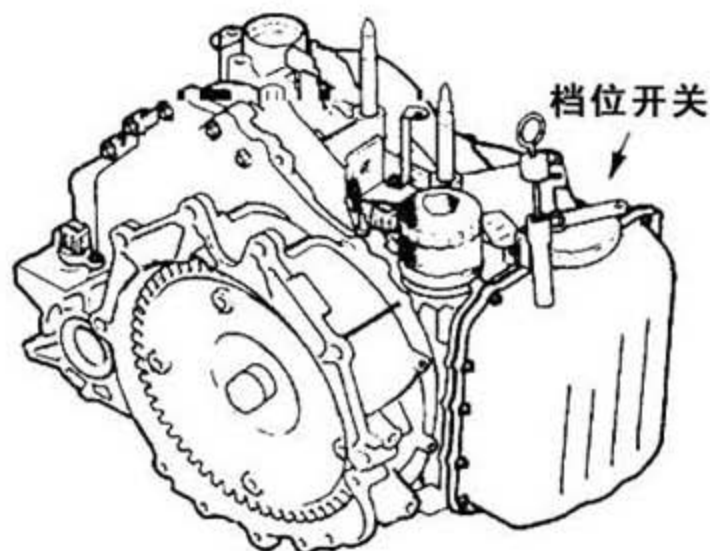

图1 F4A51型自动变速器挡位开关位置
- 2). 由此,只能从自动变速器本身的电路工作原理进行分析。由于仪表上的挡位指示灯的电信号来源于自动变速器控制单元(TCU),而TCU通过挡位开关(如图1所示)来感知挡位。现在唯独“D”挡指示灯偶发性亮,所以初步判定是自动变速器控制单元(TCU)偶发性接收到“D”挡位信号。而造成自动变速器控制单元(TCU)偶发性接收到“D”挡位信号的可能原因是接触不良,具体涉及到的电子元件有:自动变速器控制单元挡位信号输入端、挡位开关及两者之间的信号线。因为当自动变速器控制单元(TCU)收到“D”挡信号时就能识别挡位,从而也就可以顺利行驶,而当无法接收“D”挡信号时,也就无法感知挡位了,从而也就无法行驶了。